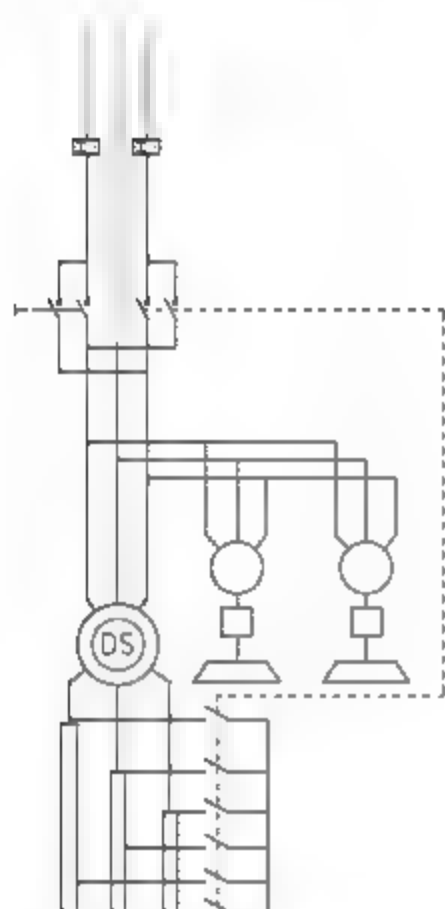

图11-15 绘制虚线
**15** 按Enter键，重复调用PL【多段线】命令，绘制如图11-15所示的虚线。